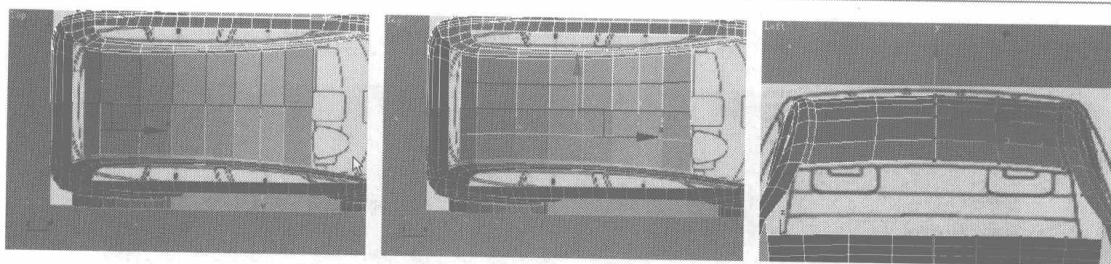

图 7.94
- 48 选择车顶的曲线，单击 **Connect** 按钮，添加一条曲线，然后调整节点的位置，如图 7.94 所示。